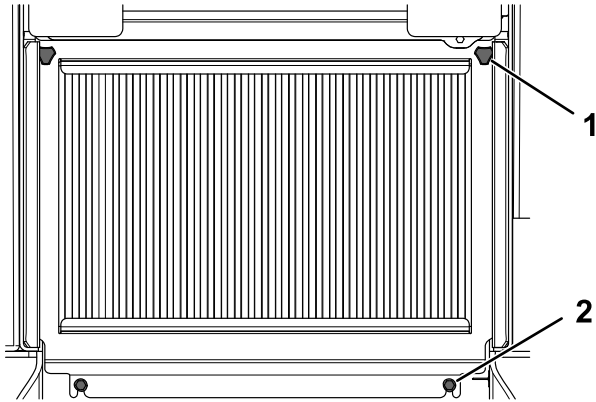

Figura 43
2. Afloje los 2 pernos que sujetan la parte inferior de la rejilla (Figura 43).
3. Afloje los 2 pomos de la rejilla (Figura 43).
1. Pomo (2)
2. Perno (2)
4. Levante la rejilla y retírela (Figura 43).